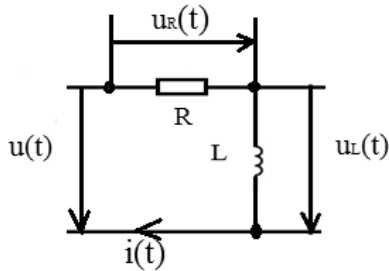

Рис. 13
Далее в качестве примера найдем АЧХ и ФЧХ цепи рис. 13 от ЭДС на входе к напряжению на индуктивности.
3.1. Используя рис.13, рассчитать и построить амплитудно-частотные (АЧХ) и фазочастотные (ФЧХ) характеристики цепи от входного напряжения $u(t)$ к напряжению на сопротивлении $u_R(t)$ и от входного напряжения $u(t)$ к напряжению на индуктивности $u_L(t)$ в диапазоне от 1 до 20 кГц, рассчитать граничные частоты и полосы пропускания при исходных данных в соответствии с заданным преподавателем вариантом.